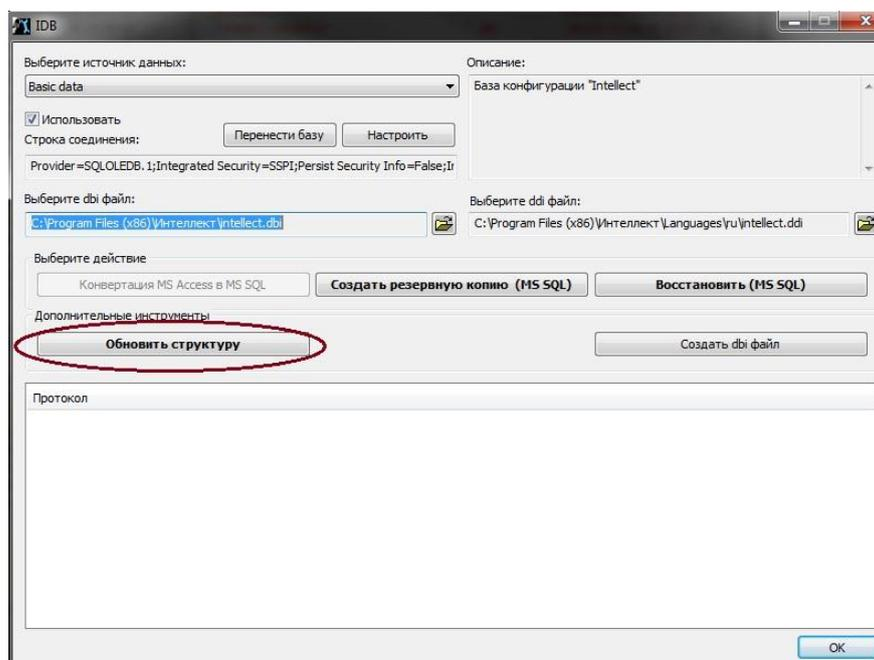

Рис. 1
- 2) Запустить утилиту **IDB.exe**, и нажать кнопку **Обновить структуру** (Рис. 1). Будет запущен процесс обновления структуры базы данных. Затем нажать **Ок** для завершения работы с утилитой.